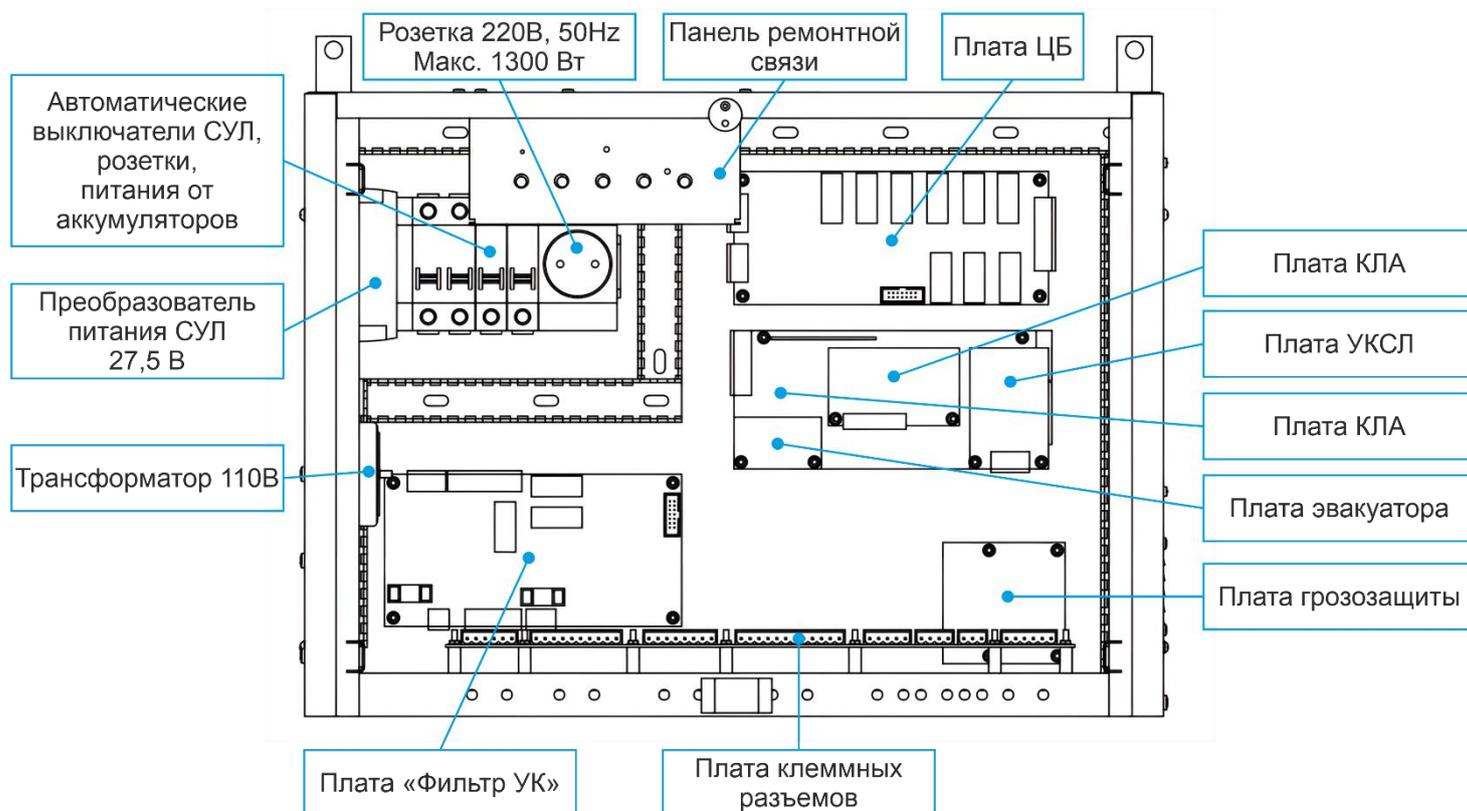

Рис. 3 Назначение модулей и плат в шкафу управления Союз М.
На Рис. 3 показано расположение модулей и плат в шкафу управления «Союз-М».
**Переключатели 1-5** задают физический адрес ЭК в соответствии с Рис. 3